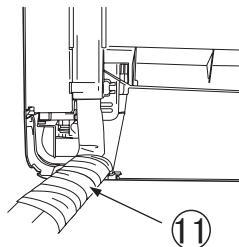

图21
(1) 当要把铜管从后面引出时, 将铜管、排水管和连接电缆一起用附件⑪胶带绷紧。(图21)